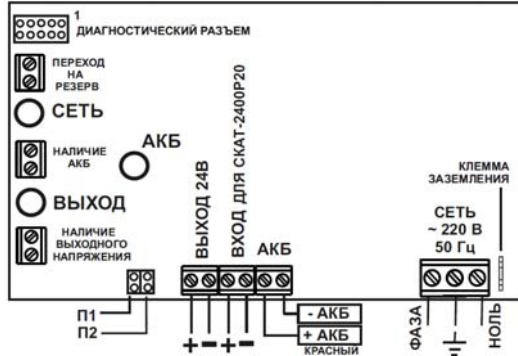

Рисунок 1. Внешний вид платы.
Изделие представляет собой стабилизированный источник питания, который поставляется в комплекте с быстросборным металлическим корпусом. При открытой крышке (см. рис. 1) осуществляется доступ к плате управления (далее по тексту - плата) с установленными на ней выходной колодкой, входом для подключения источников резервного питания СКАТ- 2400P20, сетевой колодкой, колодкой для подключения АКБ, диагностическим разъемом и разъемами с релейными выходами. Так же на плате расположены индикаторы «СЕТЬ» зеленого цвета, «АКБ» зеленого цвета и «ВЫХОД» зеленого цвета, свидетельствующие о состоянии работы изделия.
Изделие обеспечивает выдачу информационных сообщений «Переход на резерв», «Наличие АКБ», «Наличие выходного напряжения» посредством переключения контактов реле. Выдача информационного сообщения «Переход на резерв» осуществляется с задержкой, определяемой положением перемычек П1 и П2 (см. рис. 1). Соответствие задержки положению перемычек показано в табл. 5.
Изделие оснащено диагностическим разъемом (см. рис. 1). Назначение контактов диагностического разъема:
- открыть крышку и проверить правильность произведенного монтажа в соответствии с рис. 1 и разделом УСТАНОВКА НА ОБЪЕКТЕ;